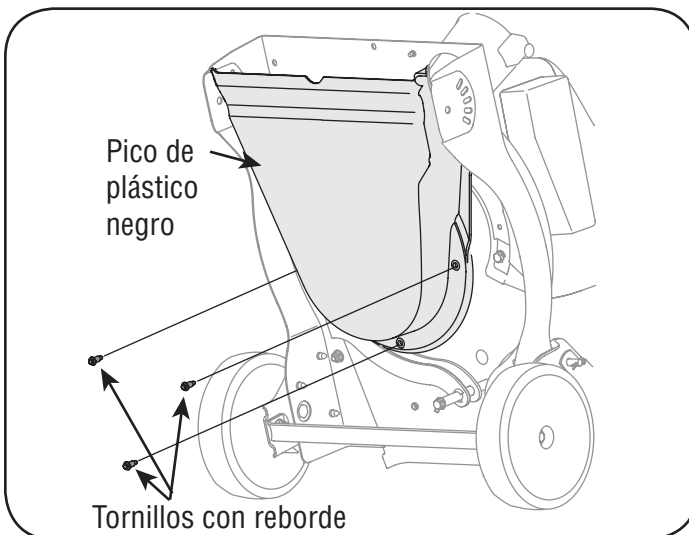

Figura 25
7. Inclíne la unidad con cuidado y apóyela hacia arriba para obtener acceso por la parte inferior al material de montaje del pico y al motor. Retire los tres tornillos con reborde que aseguran el pico de plástico negro a la caja inferior. Consulte la figura 25.